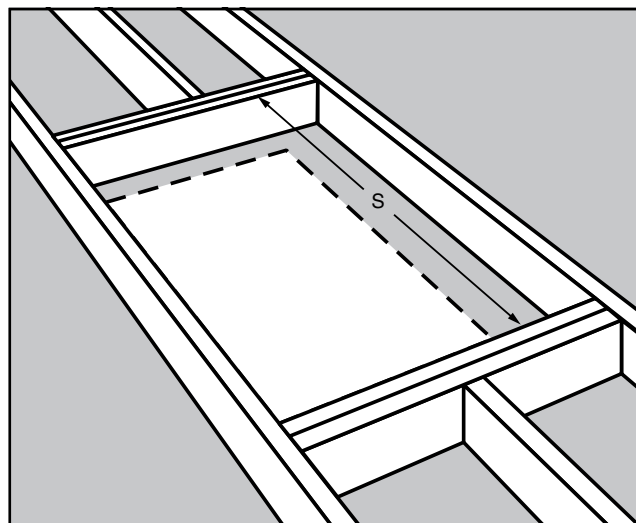

FIGURE 17
- ÉTAPE 1.** Mesurez la longueur d'entretoise "S" entre les rives (Voir la Figure 17).
- ÉTAPE 3.** Si la solive de plafond ne procure pas un côté de l'encadrement, coupez alors une deuxième entretoise de la même longueur que la première. Notez qu'un seul tirant est nécessaire en Figure 17 parce que la solive de plafond constitue un côté de l'encadrement.